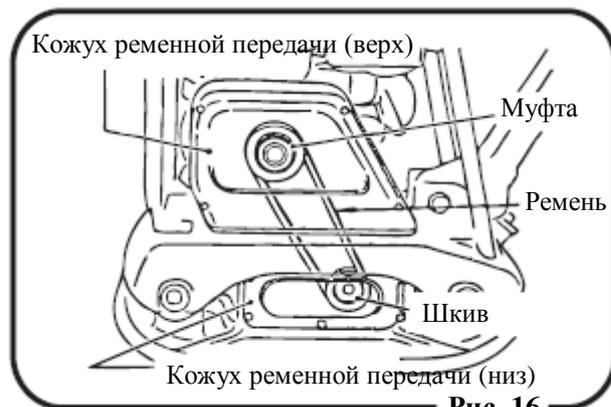

Рис. 16
1. Проверка натяжения приводного ремня (рис. 16)